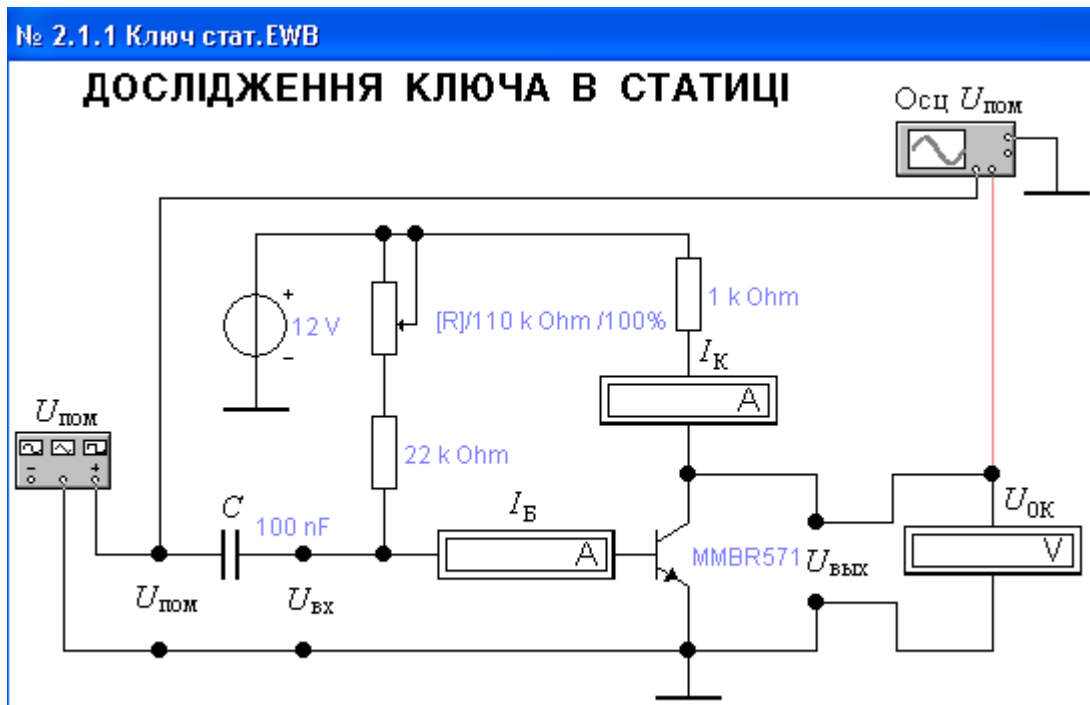

Рис. 2. Схема лабораторного стенда
4.1.1. Відкрийте файл “ 2.3. Ключ стат”. (рис. 2).
Після роботи з осцилографом або генератором (рис. 2) не діє жодна клавiша. Для уведення в дію клавiшi слід встановити курсор поза межами осцилографа й генератора та клікнути лівою клавiшею мишi. Клавiшi почнуть діяти.